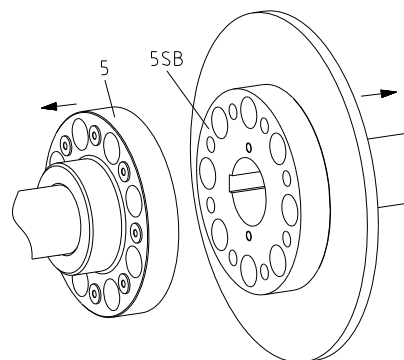

Bild 16
- Montera naven på driv- och kraftuttagssidans axlar så att kopplingsnavens plana ytor ligger jämnt med axlarnas ändar (se bild 16).